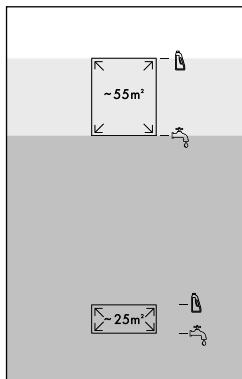

Rys. 7
- ◆ Odwrócić zbiornik czystej wody ⑪ i odkręcić pokrywę (patrz rys. 7).